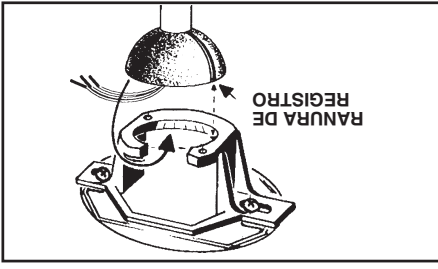

FIG. 10
**Paso 2.** Si su caja de distribución tiene un alambre a tierra (verde o de cobre), conecte los alambres a tierra del ventilador (en la esfera o abrazadera de montaje) al alambre a tierra de la caja de montaje. Si no tiene alambre a tierra en su caja de distribución conecte el alambre a tierra de la esfera de soporte del ventilador directamente a la abrazadera de montaje (Fig. 10)
**Paso 1.** Conecte el alambre negro (con corriente) del techo a los alambres negro y azul del ventilador. Conecte el alambre blanco (neturo) del techo al alambre blanco del ventilador. (Fig. 10)
**Paso 6.** Ahora suba el montaje del motor a su posición y coloque la esfera de soporte dentro de la abrazadera de montaje. Gire el ensamblaje del motor hasta que la ranura de la esfera de soporte sienta sobre la astria de la abrazadera de montaje. (Fig. 10)